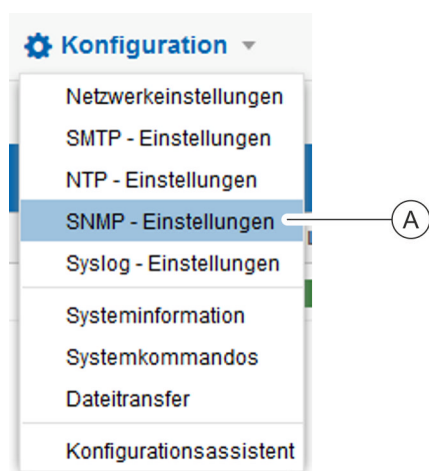

Abb. 159: SNMP-Einstellungen aufrufen
2. Über „Konfiguration → SNMP-Einstellungen“ die SNMP-Einstellungen aufrufen (Abb. 159/Ⓐ).